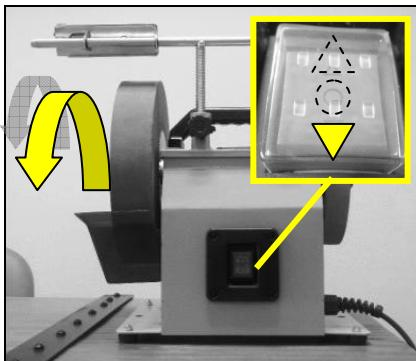

Fig 24
- la flèche en bas : la meule et le disque tournent vers le bas lorsque vous êtes placé face à l'interrupteur (Fig 24).